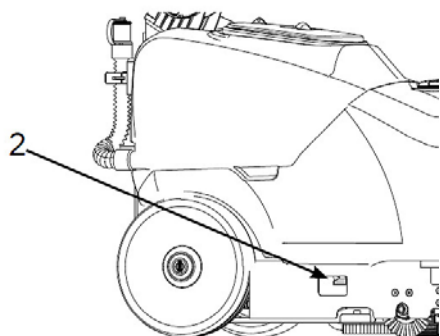

Abb. 31: Durchfluss des Reinigungsmittels anpassen
- Schritt 7: Passen Sie ggf. den Durchfluss des an die Bürste abgegebenen Reinigungsmittels durch den Hebel (Pos.2, Abb.31) an. Der Auslassfluss muss in Abhängigkeit von der gewünschten Fahrgeschwindigkeit dosiert werden. Je langsamer die Maschine fährt, desto weniger Reinigungsmittel muss abgegeben werden.